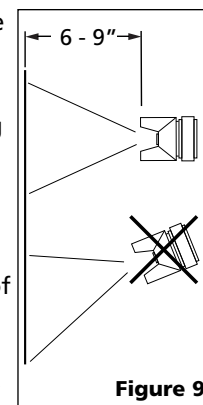

Figura 9
1. Comience a rociar. Siempre mantenga la pistola en los ángulos correctos con el movimiento de la muñeca para pintar. (Vea la Figura 9).